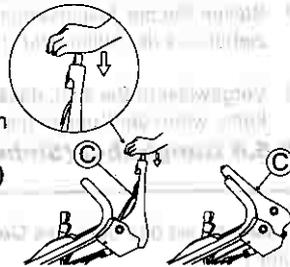

Abb. 17.
- 3 Drücken Sie den Klingenschieber (C) nach vorne und drücken Sie gleichzeitig dessen gelben Knopf. (Siehe Abb. 17.) Die Klinge beginnt, sich zu drehen.